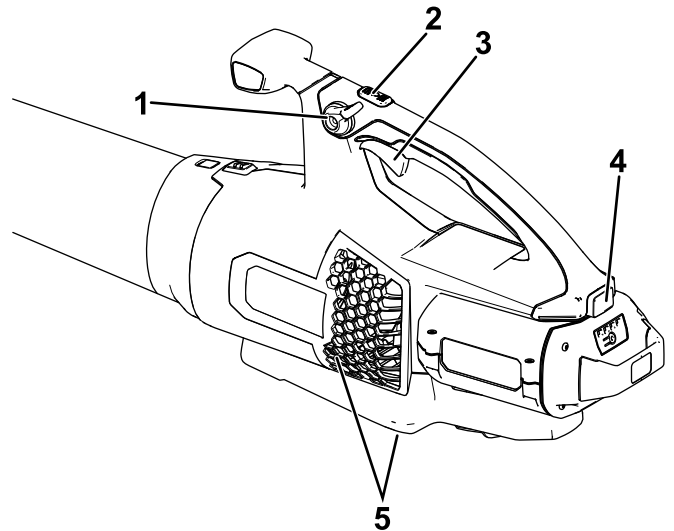

Bild 3
4. Drücken Sie den Auslöser für variable Geschwindigkeit, um den Laubbläser anzulassen (Bild 3).
Hinweis: Aktivieren Sie die Geschwindigkeitssperre, damit die Maschine läuft, ohne dass Sie den Auslöser für die variable Geschwindigkeit drücken müssen (Bild 3).
Um maximale Leistung (Luftgeschwindigkeit) zu erreichen, drücken Sie den Auslöser für variable Geschwindigkeit vollständig herunter und halten Sie dann die Turbotaste für die gewünschte Dauer gedrückt (Bild 3).
Stellen Sie mit dem Auslöser für die variable Gebläsestärke die Luftgeschwindigkeit ein (Bild 3).
Aktivieren Sie die Geschwindigkeitssperre, um die aktuelle Gebläsestärke beizubehalten (Bild 3).
Deaktivieren Sie die Geschwindigkeitssperre (falls verwendet) und lassen Sie den Auslöser für die variable Geschwindigkeit los, um den Laubbläser abzustellen (Bild 3).